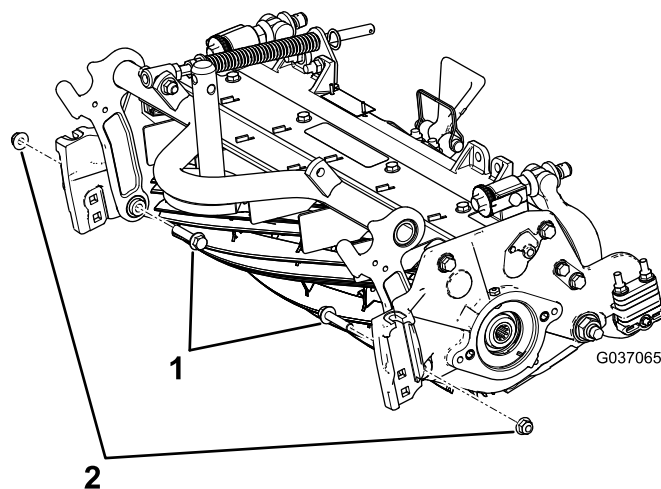

Bild 7
- B. Schrauben Sie die zwei vorhandenen Bundkopfschrauben von innen in die Schneideinheit und befestigen Sie sie mit Sicherungsbundmuttern ($\frac{3}{8}$ ") (Bild 7).